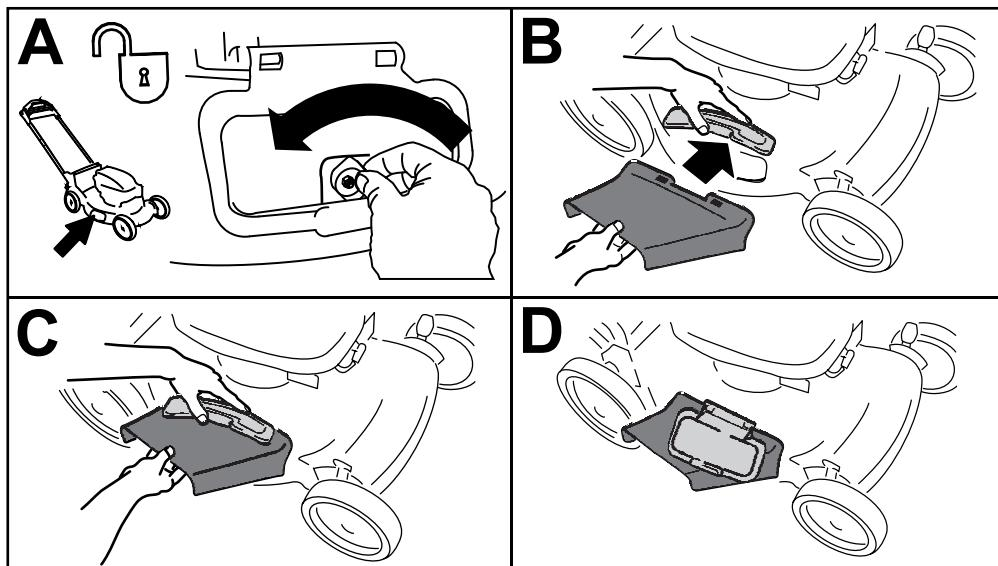

Figura 20
1. Desbloquee el deflector de descarga lateral (Figura 20, A).
2. Levante el deflector de descarga lateral (Figura 20, B).
3. Instale el conducto de descarga lateral y cierre el deflector sobre el conducto (Figura 20, B, C, y D).